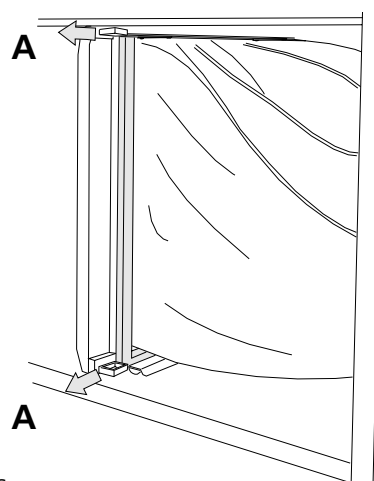

Fig 6
- Drag ut handtagen (A i Fig 6) vid filterfästets ovan- och nedre kant, så att den excentriskt styrda listen öppnas.